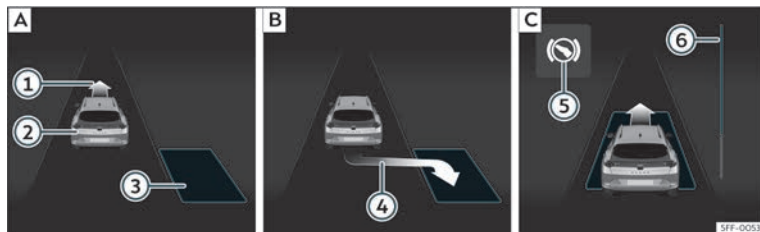
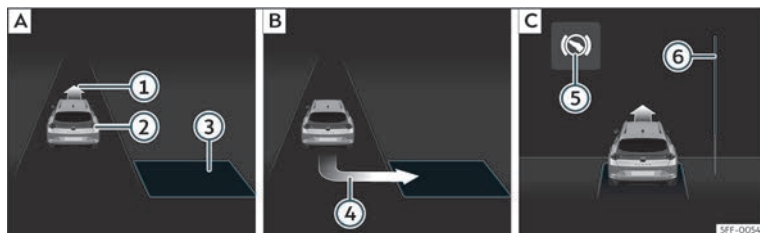

Fig. 180 No ecrã do painel de instrumentos: estacionar em linha. **[A]** Procurar um lugar de estacionamento. **[B]** Posição para estacionar. **[C]** Manobrar.
Fig. 181 No ecrã do painel de instrumentos: estacionar em espinha. **[A]** Procurar um lugar de estacionamento. **[B]** Posição para estacionar. **[C]** Manobrar.
para estacionar»» **Fig. 180 [B]** ou»» **Fig. 181 [B]**. O lugar foi considerado «apropriado» se no ecrã do painel de instrumentos aparecer a indicação de estacionar ④.
• Retroceda até o sinal contínuo do ParkPilot soar; **OU:** retroceda até aparecer a indicação de marcha à frente no ecrã do painel de instrumentos >>> **Fig. 180**  ou >>> **Fig. 181** ; **OU:** retroceda até aparecer a mensagem **Park Assist finalizado** no ecrã do painel de instrumentos. A barra de progresso  indica a distância a percorrer >>> Página 292.
até centrá-lo no lugar >>> **Fig. 180**  ou >>> **Fig. 181** .
A barra de progresso >>> **Fig. 180**  e >>> **Fig. 181**  mostra simbolicamente no ecrã do painel de instrumentos a distância relativa que ainda falta percorrer. Quanto maior for a distância, mais cheia está a barra de progresso. Ao circular em marcha à frente, o conteúdo da barra de progresso diminui para cima, e ao circular marcha-atrás, diminui para baixo.